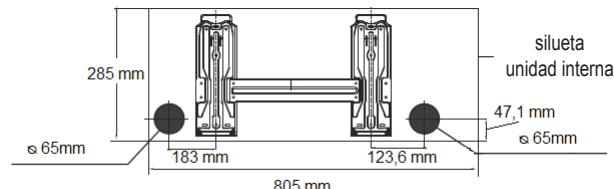

fig. 8 -
1. Separar la parte de plástico premarcada (A—"fig. 8 -") en la dirección deseada.